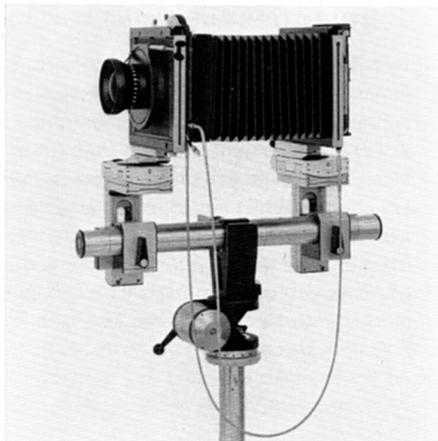

Fig. 6
(fig. 6, 7 et 18)
- Visser à fond le câble dans l'obturateur (extrémité avec petit pas de vis) (fig. 6).